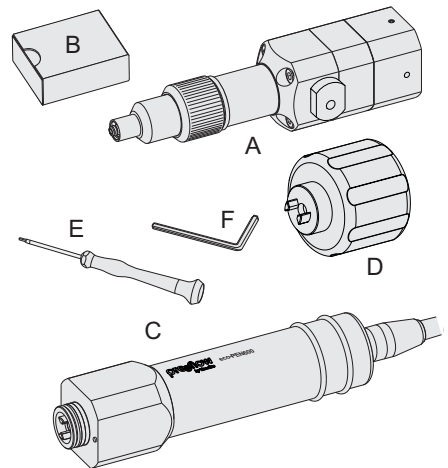

Abb. 1
- Abb. 1 Legendennummer, Referenz auf eine Abbildung